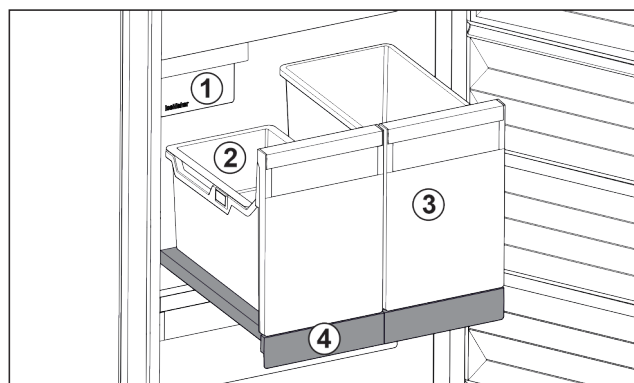

Fig. 93 Изтегляща се дъска с IceTower
- (1) IceMaker
- (2) Окачваща се поставка за ледени кубчета
- (3) Съд за напр. пица, алкохолни напитки
- (4) Изтегляща се дъска
Върху изтеглящата се дъска има два високи съда (IceTower). В съда Fig. 93 (2) се събират и съхраняват ледени кубчета от IceMaker. Съдът Fig. 93 (3) е подходящ за съхранение на високи хранителни продукти като пици или алкохолни напитки.